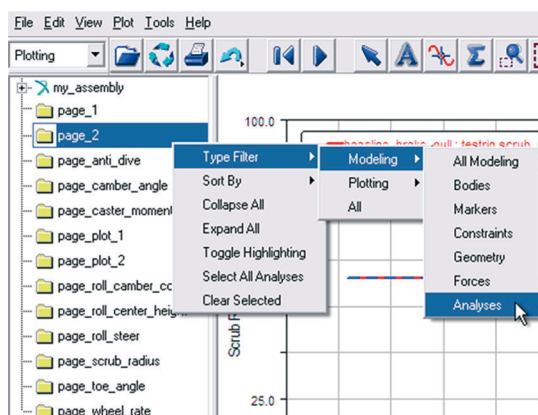

Figura 4.206 – Selecionando as análise corrente.
- Para excluir os gráficos gerados, no ambiente de trabalho *Postprocessing*, clique com o botão direito do mouse na área *treeview*. Selecione *Type Filter* → *Modeling* → *Analyses* (Figura 4.206).